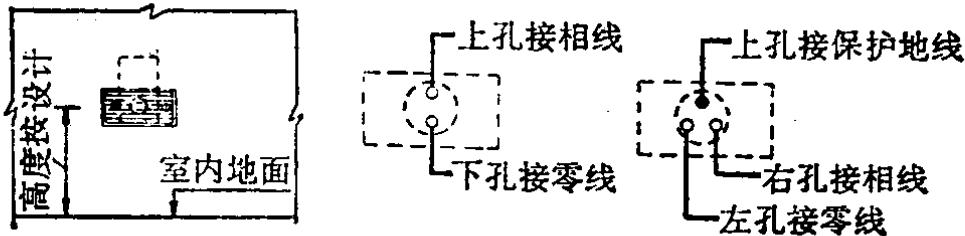

图 1-12 插座的接线方法
(2) 插座 除有特殊要求外，明插座装设位置应距地面 1.8 米，暗装为 300 毫米。插座的接线方法如图 1-12 所示。